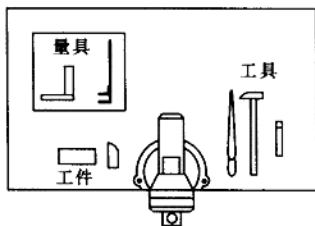

图 1-8 工具、量具的放置
- (1) 严格遵守实习纪律，服从老师的安排和指导。
- (2) 实习场地和设备要保持整洁，铁屑、垃圾倒到指定地点。
- (3) 工具、量具不准混放。使用前均应擦拭干净，精密量具用后应放入盒内，要养成合理放置工量具的习惯，如图 1-8 所示。
(4) 按时、独立完成作业，不准委托他人帮做，不准做与实习无关的事情。
(5) 注意节约材料，不准私自更换实习工件，杜绝浪费现象。